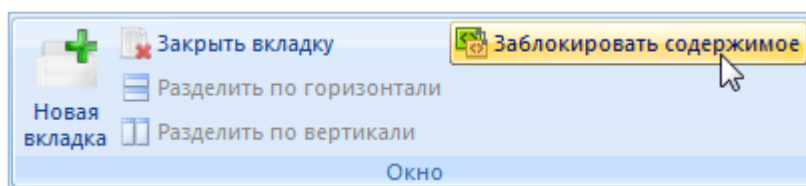

Рис. 5-48 – Кнопка «Заблокировать содержимое» панели «Окно»
2) Для того чтобы предотвратить изменение содержимого окна связанных объектов при выборе другого элемента в основном рабочем окне, необходимо нажать кнопку «Заблокировать содержимое» (рис. 5-48).